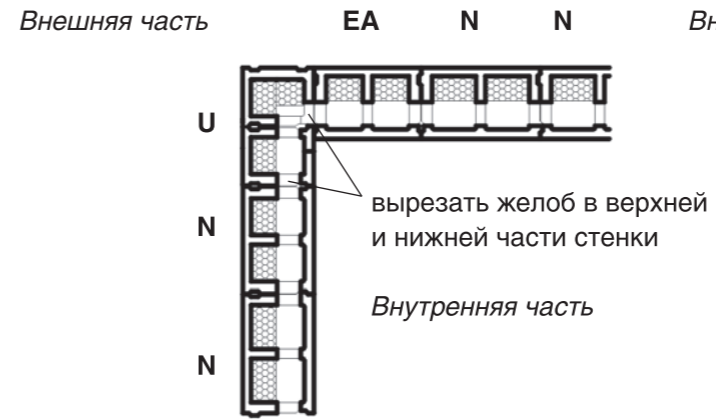

Рис. 1
Монтаж углов производится из универсальных блоков (U). Перед установкой, в верхней и нижней плоскостях фронтальной и боковой стенки блока U необходимо вырезать желоба для обеспечения его стыковки с соседними блоками (N и EA) при заливке бетонной смесью (рис. 1).